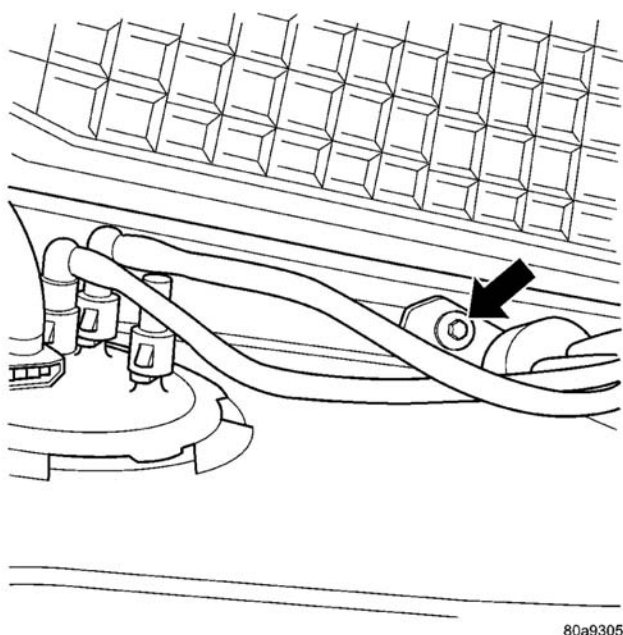

图 1 燃油滤清器
- (1) 释放燃油压力，参见本节的燃油释放程序。
- (2) 断开蓄电池负极导线
- (3) 提升车辆并支撑住。
- (4) 用变速箱举升器支撑燃油箱。
- (5) 从油箱的前面卸下燃油管路。
- (6) 卸下接地线
- (7) 卸下燃油箱箍内侧和前 T 形箍紧固件。
- (8) 将燃油箱向下落约 6 英寸（图 1）。
- (1) 在油箱上装上燃油滤清器。将螺栓拧紧至 $4.5\text{N} \cdot \text{m}$ (40in. lbs.)
- (2) 将燃油管路安装到燃油泵模块（图 1）。
- (3) 将燃油箱提升到位。
- (4) 安装燃油箱箍。将主箍的螺栓拧紧至 $54\text{N} \cdot \text{m}$ (40ft. lbs) 并将 T 形箍螺栓拧紧至 $28.2\text{N} \cdot \text{m}$ (250in. lbs)
- (5) 安装接地线
- (6) 连接在油箱前面的燃油管路。
- (7) 降下车辆。
- (8) 连接蓄电池负极电缆。
- (9) 用 DRBIII® 给燃油系统加压，检查有否泄漏。